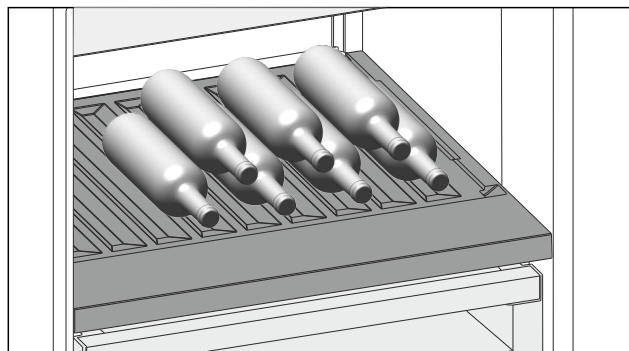

Fig. 117
- ▶ Introduceți sticlele cu fundul în spate, către peretele posterior. (vezi Fig. 117)